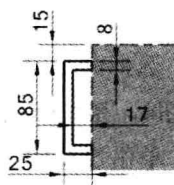

图 1.6 截面草图
② 进入草图环境,绘制图 1.6 所示的截面草图。
③ 选择下拉菜单任务(T) → 完成草图(F)命令(或单击完成草图按钮),退出草图环境。
(3) 确定拉伸开始值和终点值。在“拉伸”对话框中单击方向区域的“反向”按钮;在极限区域的开始下拉列表中选择值选项,并在其下的距离文本框中输入值 0;在极限区域结束的下拉列表中选择值选项,并在其下的距离文本框中输入值 15,在布尔区域的下拉列表中选择求和选项,采用系统默认的求和对象。
(4) 单击<确定>按钮,完成拉伸特征 2 的创建。